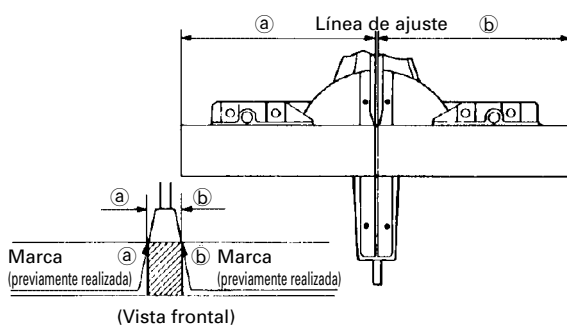

Fig. 20
- (1) Como se muestra en la Fig. 20, la anchura de la hoja de sierra es la de corte. Por lo tanto, deslice la pieza de trabajo hacia la derecha (vista desde la posición del operador) cuando desee la longitud **b**, o hacia la izquierda cuando desee la longitud **a**.
- (2) Cuando la hoja de sierra haya alcanzado la velocidad máxima, empuje cuidadosamente hacia abajo la empuñadura hasta que la hoja de sierra se acerque a la pieza de trabajo.
- (3) Cuando la hoja de sierra haya entrado en contacto con la pieza de trabajo, empuje gradualmente hacia abajo la empuñadura para cortar dicha pieza.
- (4) Después de haber cortado la pieza de trabajo con la profundidad deseada, desconecte la alimentación de la herramienta eléctrica y deje que la hoja de sierra se pare completamente antes de levantar la empuñadura de la pieza de trabajo para devolverla a su posición de completamente retraída.